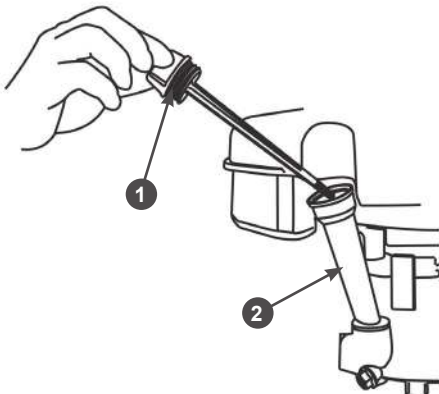

Рис. 14. Крышка-щуп маслозаливной горловины
2. Поверните крышку-щуп 1 маслозаливной горловины против часовой стрелки на 90 градусов (смотреть сверху) и извлеките щуп (Рис. 14).